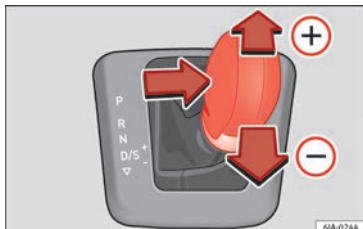

Fig. 180 Palanca selectora: Tiptronic.
- Empuje suavemente la palanca selectora hacia delante (+) » **fig. 180**.
- Empuje suavemente la palanca selectora hacia atrás (-) » **fig. 180**.